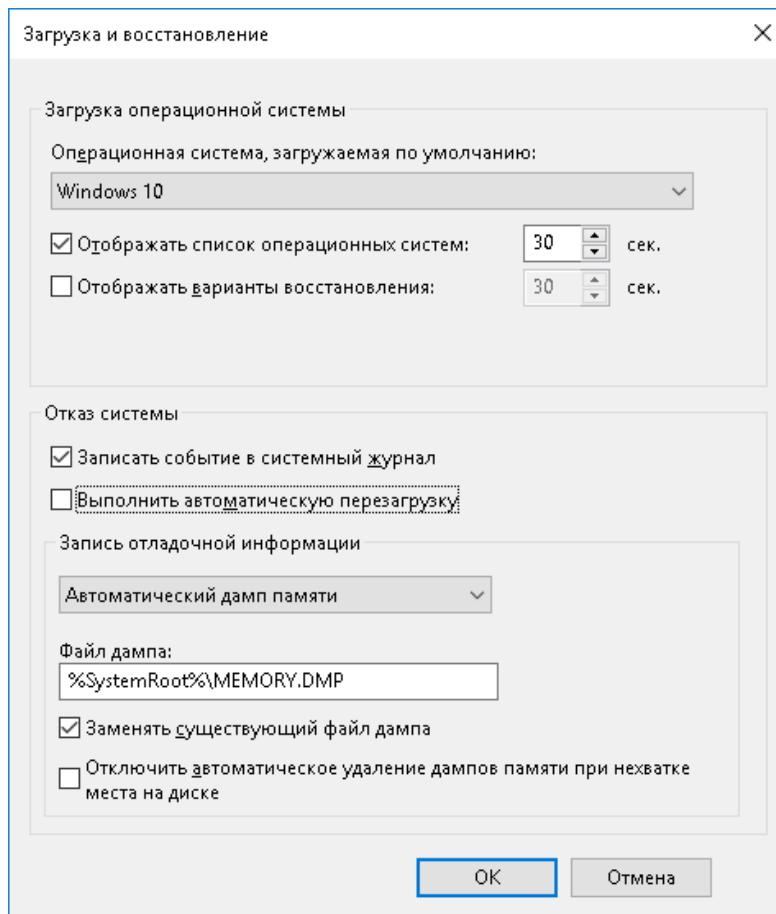

Рисунок 3.7.4 - Изменение параметра перезагрузки
- 3 Если в компьютере установлена плата перезапуска, то следует отключить перезагрузку системы в случае отказа ОС (в контекстном меню Пуск выбрать Панель управления / Восстановление / Настройка восстановления системы / вкладка Дополнительно / в разделе Загрузка и восстановление нажать Параметры) – рисунок 3.7.4. Сервис перезапуска производит перезагрузку компьютера в любом из возможных вариантов сбоя ОС, перезагрузка же средствами самой ОС такую возможность не предоставляют. Совместное использование перезагрузки компьютера средствами ОС и платой перезапуска крайне не желательно, т.к. может привести к непредсказуемым последствиям.